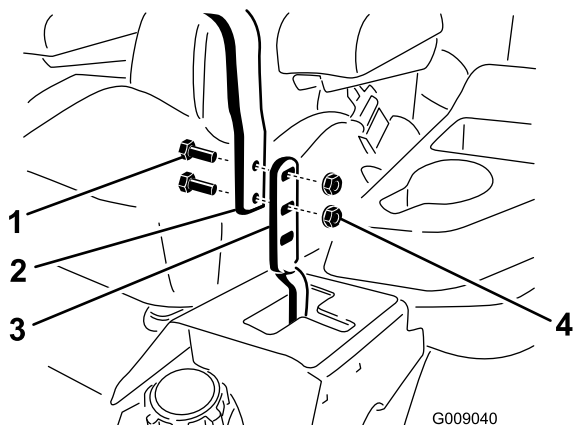

Figure 87
3. Desserrez les boulons et les écrous à embase situés dans les leviers (**Figure 87**).